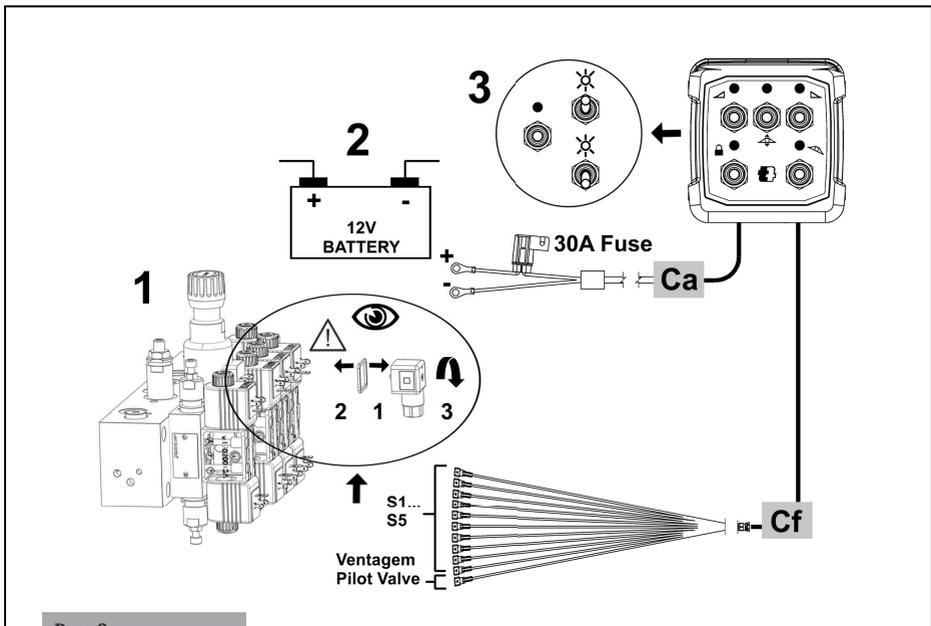

Рис. 2
Подключение клапана (рис. 2)
3. Установите разъемы с резиновыми уплотнениями на соответствующие органы управления клапанами, как показано в примере (1, рис. 2).
Кабель питания - Са (рис. 2)
3. Подключите клемму M8 красного провода (порт предохранителя 30А) к положительному полюсу "+", а черный провод - к отрицательному полюсу "-" аккумулятора (2, рис. 2).
ОПЕРАЦИЯ (3, рис.2 и табл.1)